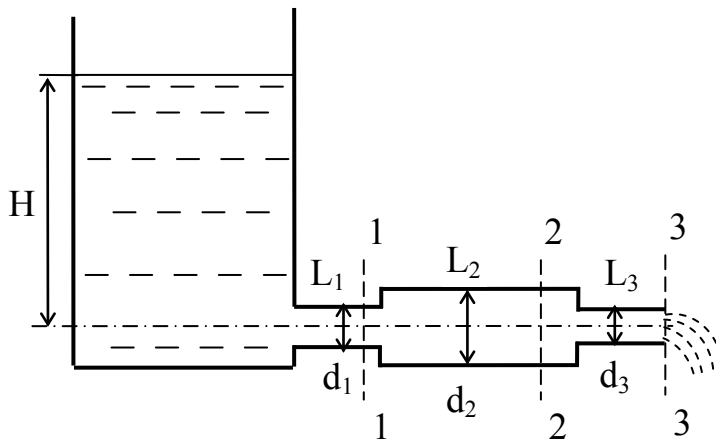

Рисунок 8.4
8.2.8 Из отвору у бiчній стiнцi посудини (рис. 8.4) по горизонтальнiй трубi змiн-ного перерiзу витiкає вода. Визначити витрату води Q , а також середнi швидкостi i тиски у перерiзах трубопро-воду 1, 2 i 3, якщо рiвень во-ди у посудинi постiйний за умови, що вiдомi дiаметри трубопроводу d_1, d_2, d_3 , а рi-вень води у посудинi вiдно-сно осi трубопроводу H . Гiдравлiчними втратами у трубi знехтувати.